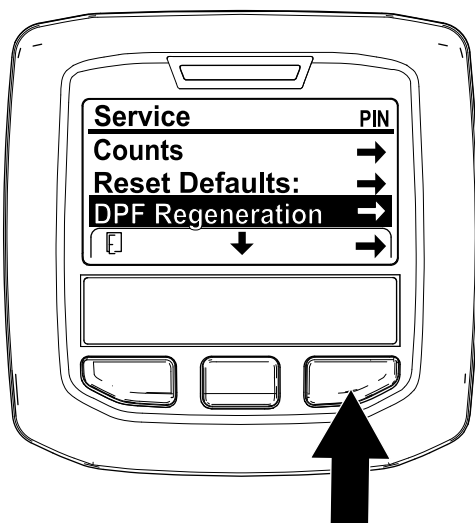

Figura 31
1. Accedete al menu Service e premete il pulsante centrale per scorrere il menu verso il basso fino all'opzione DPF REGENERATION ((Rigenerazione FAP) (Figura 31).
2. Premete il pulsante destro per selezionare la voce DPF Regeneration (Figura 31).